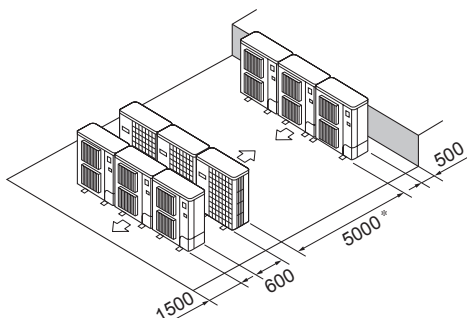

Fig. 2-14
- ⑥ Расположение блоков в несколько горизонтальных рядов (Fig. 2-14)